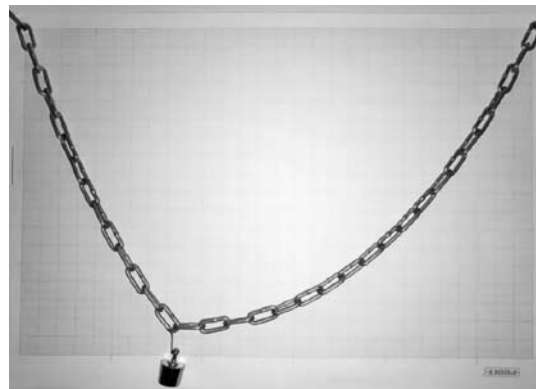

Рис. 7. Фотография цепи с грузом на фоне миллиметровой бумаги
**Задача.** Берется абсолютно гибкий и нерастяжимый трос длиной 46.6 см и с линейной массой 70 г/см, концы которого подвешиваются на высотах 17 и 18 см. Расстояние между точками подвеса троса по горизонтали 28 см. На тросе на расстоянии  $x_0$  от левой опоры подвешивается груз массой 10 г (рис. 7 и 8). Спрашивается, как провиснет трос (какова будет его форма) и какие силы будут растягивать трос в точках его крепления при изменении расстояния  $x_0$  от нуля до 28 см. Примерно такую задачу (но не с сантиметрами и граммами, а с метрами и тоннами) решают инженеры при про-